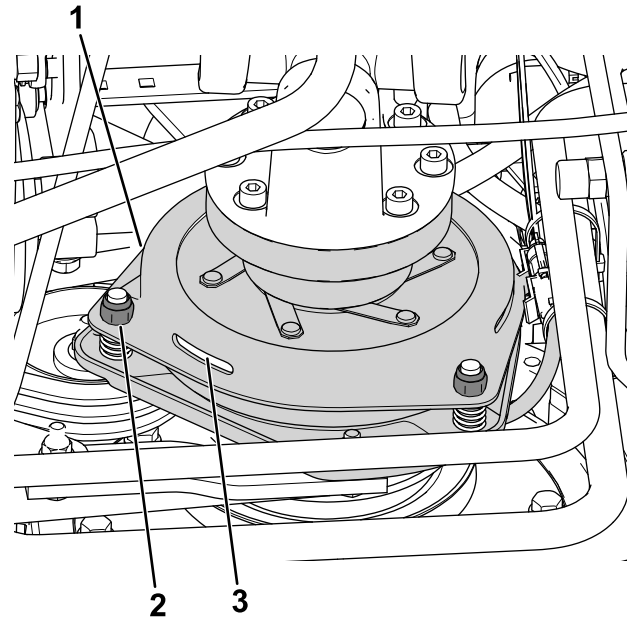

図 77
3. クラッチのライニングと摩擦プレートとの間のギャップを 0.3 mm のすきまゲージが軽い抵抗で通れるように調整する 図 77。
**注** 調整ナットを右に回すと隙間が小さくなります 図 77。整備時の隙間の最大値は 0.6 mm です。3ヶ所すべてのすき間を 0.4 mm (0.012") に調整してください。